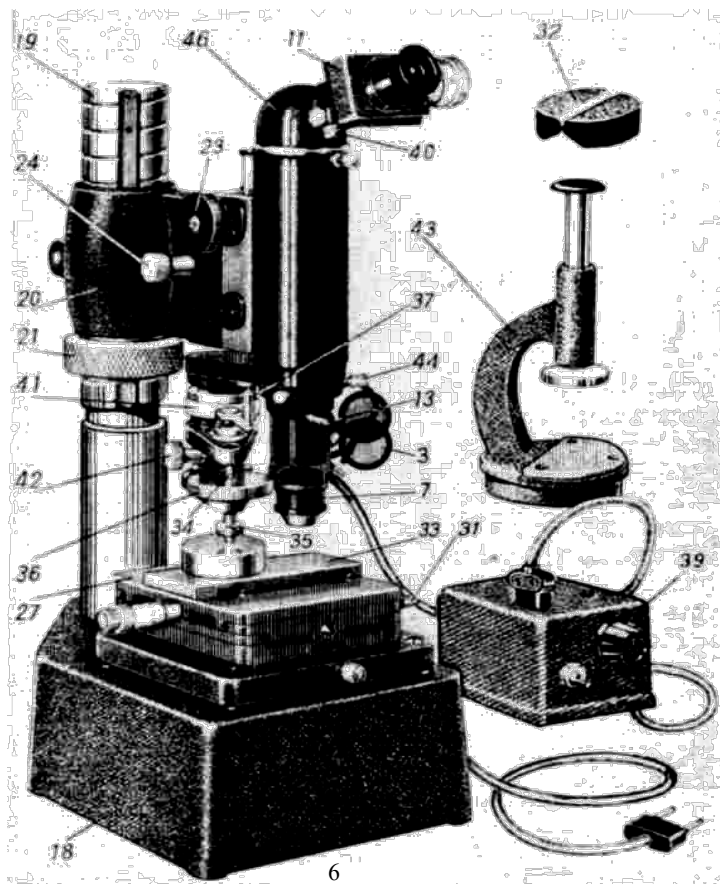
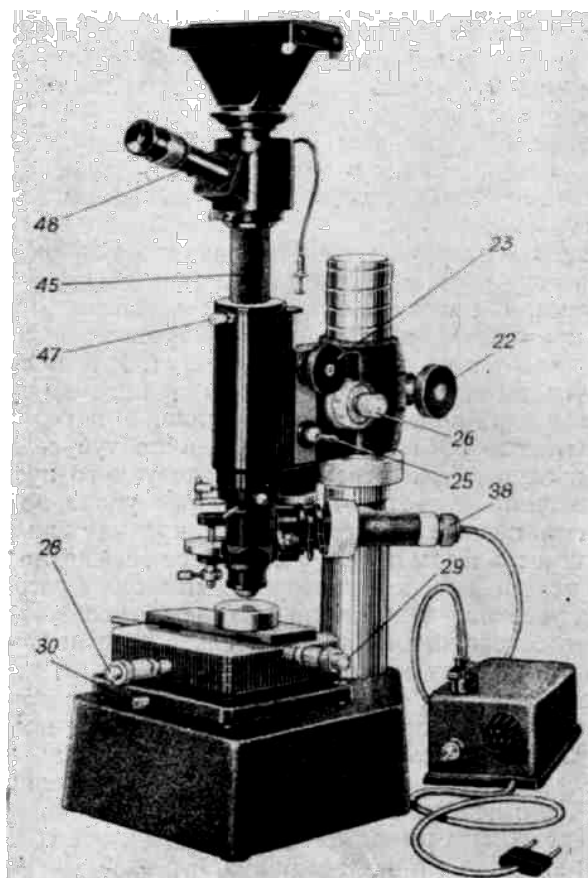

Рис. 2
Рис. 3
рукоятки 13 (рис. 2).
Штатив состоит из основания 18 (рис. 2) и колонки 19, имеющей снаружи ленточную резьбу для перемещения в вертикальном направлении кронштейна 20 с тубусом при помощи гайки 21. Кронштейн закрепляется на колонке при помощи разрезной втулки зажимным винтом 22 (рис. 3), который при работе должен быть зажат.
В кронштейне размещены механизмы грубого и микрометрического движения тубуса микроскопа. Вращая барашки 23 (рис. 2 и 3) грубого движения и барашек 24 (рис. 2) микрометрического
Механизм грубого движения имеет регулировку хода. Если один барашек грубого движения немного развернуть относительно другого, ход движения тубуса будет тяжелее или легче, в зависимости от того, в какую сторону развернуты барашки. Кроме того, грубое движение можно застопорить при помощи рукоятки 25 (рис. 3). На барашке 26 имеется шкала, одно деление которой соответствует 0,002 мм подъема или опускания тубуса.
Предметный столик 27 (рис. 2) укреплен на основании штатива тремя винтами. Верхняя часть столика, на которую устанавливается предмет, может перемещаться в двух взаимно-перпендикулярных направлениях с помощью винтов 28 (рис. 3) и 29. Отпустив стопорный винт 30, можно рукояткой 31 (рис. 2) поворачивать столик от упора до упора.
Осветитель 38 (рис. 3) укреплен на тубусе микроскопа и служит
для освещения исследуемого предмета. При повороте рукоятки 13 (рис. 2) от упора до упора осветитель позволяет рассматривать предмет как в светлом, так и в темном поле. Равномерное освещение достигается перемещением и разворотом патрона с лампой.
При установке осветителя 38 (рис. 3) необходимо соблюдать осторожность, так как сдвиг осветителя вызовет разъюстировку прибора.
Светофильтры 3 (рис. 2) осветителя предназначены для повышения контрастности исследуемого предмета.
«Чувствительность» механизма нагружения со временем может нарушиться. Восстановление ее производится вращением регулировочной гайки 41 (рис. 2). Для этого нужно предварительно освободить винт 42, стягивающий лапки наружной втулки, и после регулировки «чувствительности» механизма нагружения вновь затянуть его.
Центрировка производится следующим образом. Прежде всего во избежание поломки алмаз необходимо приподнять поворотом рукоятки 37 по часовой стрелке до упора. Шлиф из алюминия или каменной соли закрепить на предметном столике под объективом F = 6,2. Столик должен быть прижат к левому упору (см. рис. 3).
Исследуемую поверхность шлифа расположить с помощью ручного прессика 43 (рис. 2) параллельно рабочей плоскости столика. Сфокусировать микроскоп на поверхность шлифа при помощи грубого и микрометрического движения. Поместить на утолщенную часть штока механизма нагружения гирю 36 весом 5 г. Рукояткой 31 повернуть столик против часовой стрелки до упора, после чего он должен занять положение, показанное на рис. 2. Вращением рукоятки 37 против часовой стрелки произвести накол. Поднять алмаз и повернуть столик в прежнее положение (см. рис. 3).
В случае несовпадения отпечатка с центром перекрестия прибор надо доцентрировать. Для этого центриро-вочными винтами 44 (рис. 2) подвести центр отпечатка с возможной точностью (на глаз) к центру перекрестия сетки окуляр-микрометра, установленного в нулевое положение. Перемещая столик винтами 28 (рис. 3) и 29, выбрать новое место на шлифе и вновь сделать отпечаток. Операции накала и доцентрировки повторять до тех пор, пока будет достигнуто полное совпадение центра отпечатка с центром перекрестия окуляра. Если отпечаток поместился вне поля зрения микроскопа, необходимо заменить объектив $F = 6,2$ объективом $F = 23,2$, произвести предварительную центрировку с гирей весом 100 г (для получения большого накала) и только после этого окончательно отцентрировать прибор с объективом $F = 6,2$ и гирей 5 г.
1. При помощи ручного прессика 43 (рис. 2) закрепить предмет пластилином на пластинке 33 (рис. 2) так, чтобы его исследуемая поверхность расположилась параллельно рабочей плоскости столика.
3. При положении столика, показанном на рис. 3, выбрать место на предмете для производства отпечатка. При исследовании металлического предмета расстояние от центра отпечатка до края предмета или между центрами соседних отпечатков должно быть не менее двух диагоналей отпечатка, а при исследовании минералов — не менее пяти диагоналей; толщина предмета не должна быть меньше полутора диагоналей отпечатка. При исследовании отдельных структурных составляющих металлических сплавов действуют те же правила. Границей предмета служит граница исследуемого зерна.
4. Плавно повернуть предметный столик против часовой стрелки до упора, как показано на рис. 2, не допуская толчков при подведении к упору. Закрепить столик в этом положении винтом 30 (рис. 3).
5. Медленным поворотом рукоятки 37 (рис. 2) против часовой стрелки опустить шток так, чтобы алмаз коснулся поверхности
Отжать винт 30 (рис. 3) и повернуть предметный столик в прежнее положение до упора, как показано на рис. 3. Чтобы избежать удара об упор и смещения предмета с установленного положения, столик нужно поворачивать очень осторожно.
Отпечатки, полученные от вдавливания алмазной пирамиды, можно сфотографировать. Для этого нужно использовать микрофотонасадки МФН-7 с камерой 6,5х9 и МФН-8 с камерой 9х12, а также МФН-9 и МФН-12 с пленочными камерами (микрофотонасадки приобретаются по особому заказу). Для фотографирования отпечатков к прибору прилагается вертикальный тубус 45 (рис. 3).
Для установки фотонасадки снимают с тубуса микроскопа окуляр-микрометр, вместо наклонной насадки 46 (рис. 2) вставляют тубус 45 (рис. 3) и закрепляют его при помощи винта 47, затем устанавливают фотоокуляр 7, 10 или 15* (два первых входят в комплект насадки). Далее на конце насадки закрепляют фотокамеру, и наблюдение за поверхностью предмета ведут через окулярную трубку 48 микрофотонасадки.